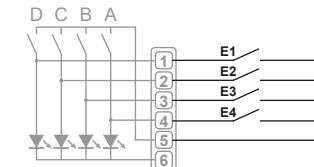

Fig.1
- Fig.1: connexion de 4 entrées binaires.
- Fig.1: connection of 4 binary inputs.
- Fig.1: conexión de 4 entradas binarias.